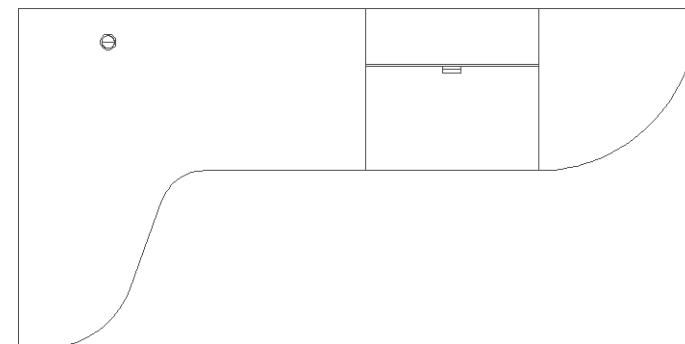

Рис. 6.40 ▼ Окончательный вид объектов слоя **Высота 758**
- Восстановите предыдущий масштаб просмотра. На этом работа над объектами слоя **Высота 758** завершена (рис. 6.40).